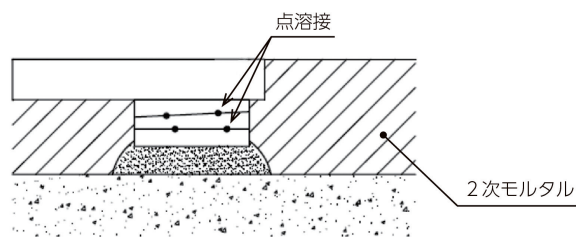

図 2.6-1 ライナの点溶接
- (1) 平ライナおよびテーパライナを点溶接します。(図2.6-1参照)